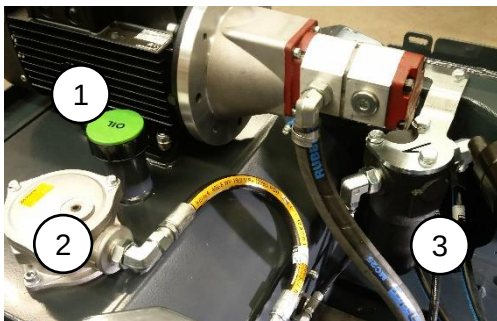

Figure 22 : Filtres hydrauliques
Le niveau d'huile hydraulique peut être contrôlée avec le bouchon de jauge (Figure 22 (1)). Le niveau d'huile doit être au niveau de la marque supérieure de la jauge lorsque la nacelle est en position de transport (bras abaissés dans les supports de transport et stabilisateurs totalement relevés).